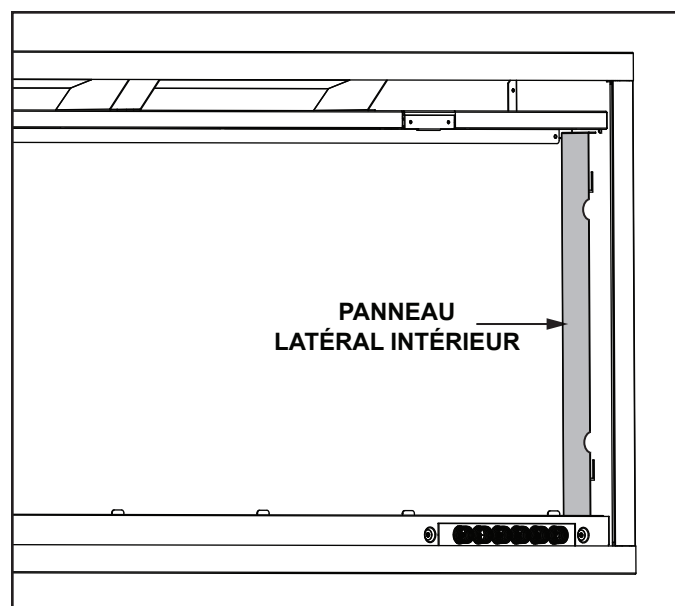

Figure 7.2 Panneaux latéraux intérieurs
6. Installez les panneaux latéraux intérieurs magnétiques (situés dans la boîte d'accessoires). Voir la figure 7.2.